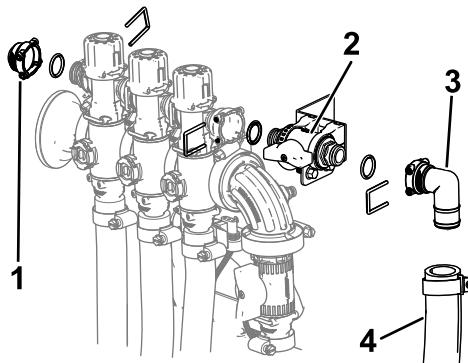

Рисунок 20
6. Прикрепите отсечной клапан к клапану стрелы с помощью ранее снятых уплотнительного кольца и держателя (Рисунок 20).
7. Установите крышку ($\frac{1}{2}$ дюйма), уплотнительные кольца, штуцер и шланг в сборе на отсечной клапан с помощью ранее снятых держателей, как показано на Рисунок 20.